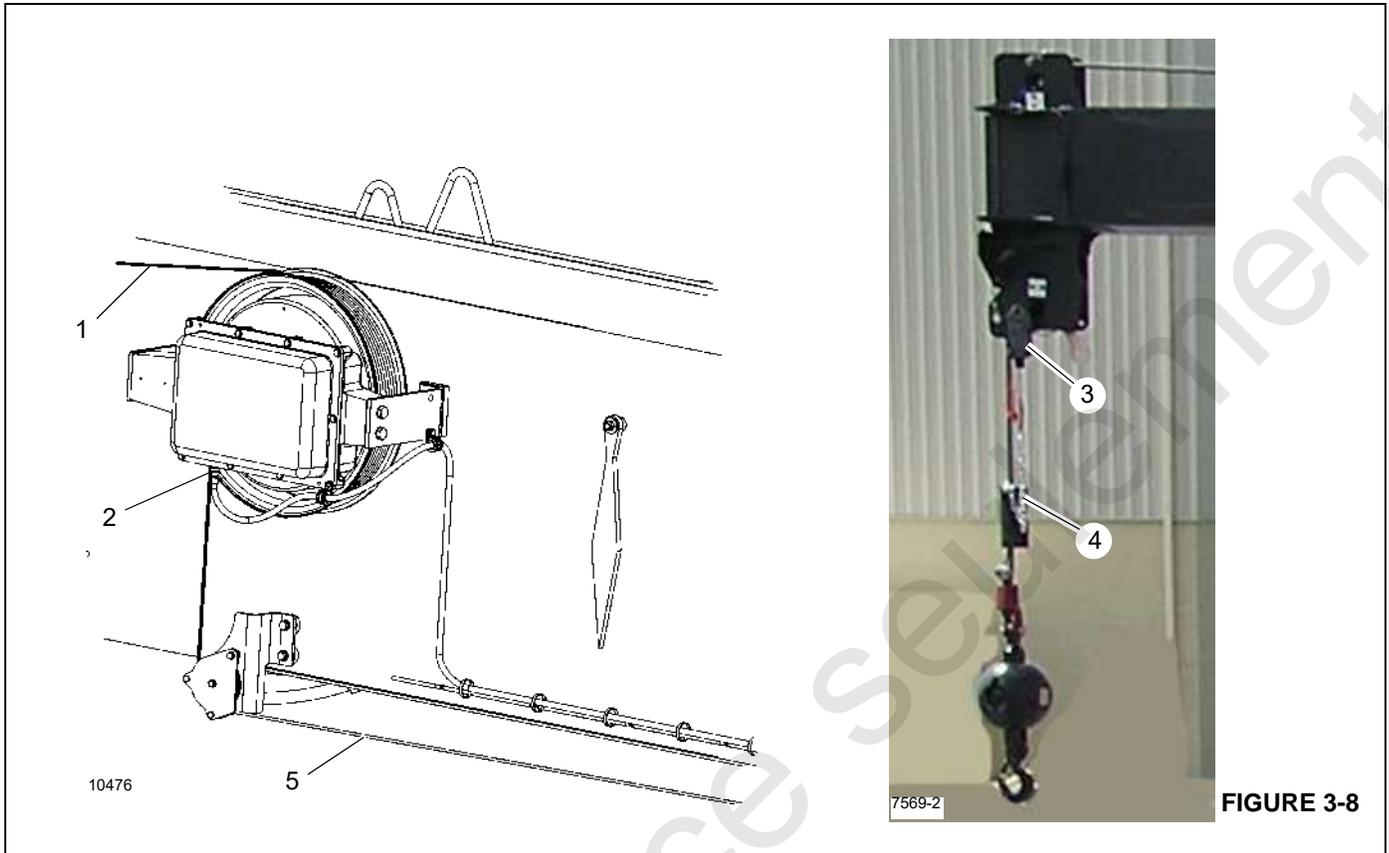

FIGURE 3-8
Le câble A2B de la flèche (1, Figure 3-8) va de la bobine A2B à l'intérieur de la flèche jusqu'à l'interrupteur A2B (3). Le câble de l'interrupteur A2B est fixé au poids contre le double blocage.